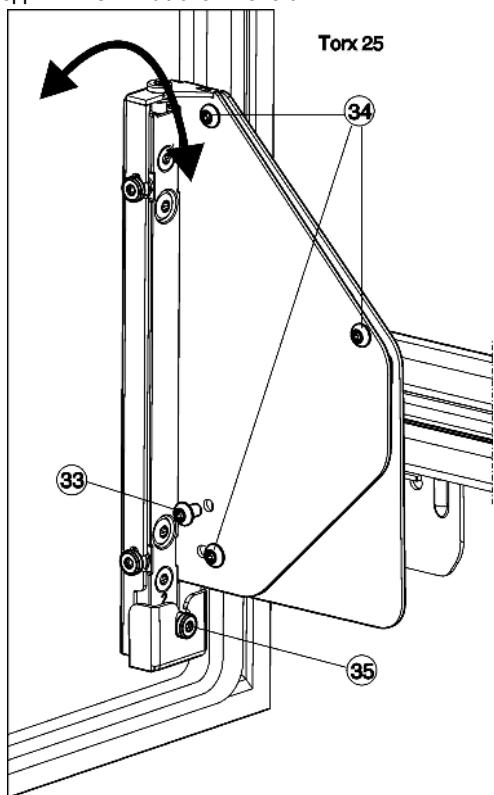

Fig. 26
- Полностью выкрутите винт Fig. 26 (33).
- Винт Fig. 26 (33) можно утилизировать, он больше не понадобится.
- Отпустите винты Fig. 26 (34) только на 1-2 оборота.
- Вращайте регулировочный винт Fig. 26 (35). По часовой стрелке: дверь вверху отклоняется от корпуса устройства. Против часовой стрелки: дверь вверху приближается к корпусу устройства, а внизу отходит от него.
- После окончания регулировки наклона сноваочно затяните все винты Fig. 26 (34).